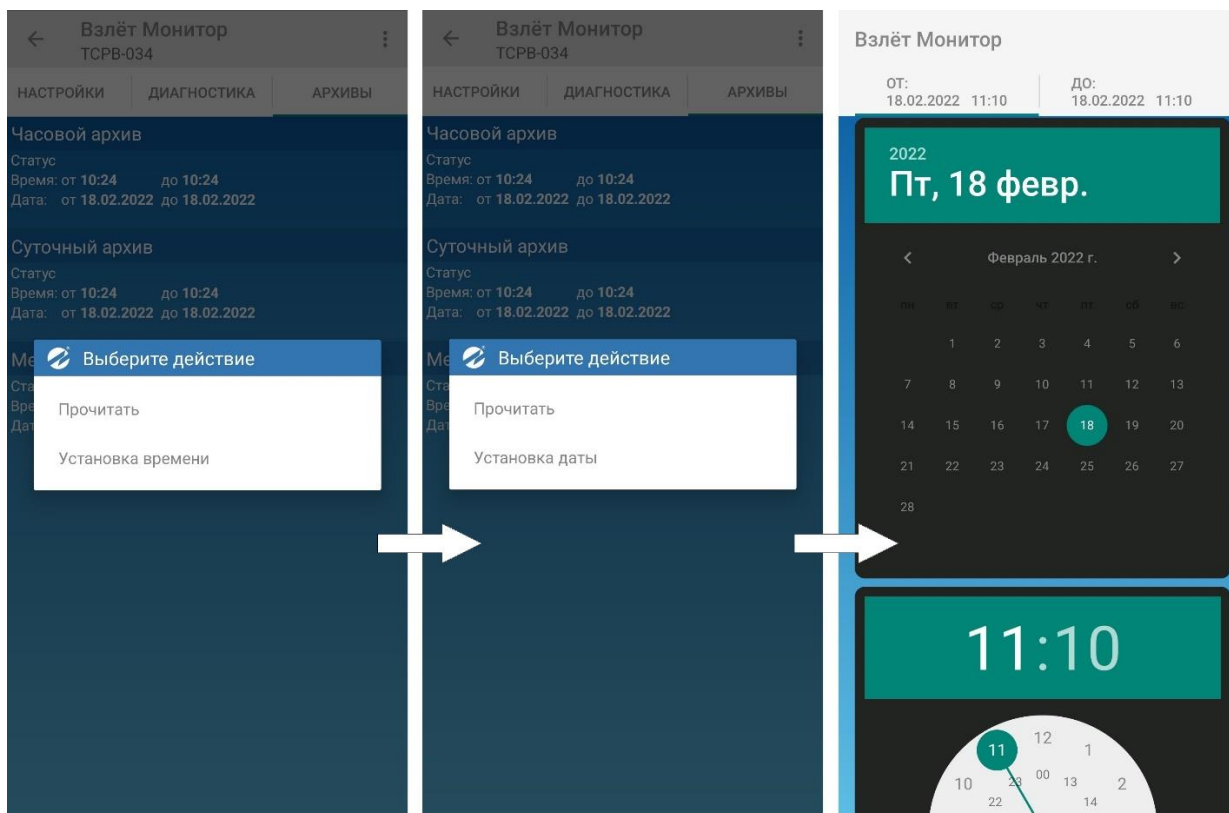

Рис.29. Настройка чтения архивов.
3.5.8. Для настройки чтения архива длительно коснитесь экрана в области необходимого архива: **Часовой архив**, **Суточный архив**, **Месячный архив** и в появившемся меню установите нужное время (часовой архив) или дату (суточный и месячный архивы) (рис.29).